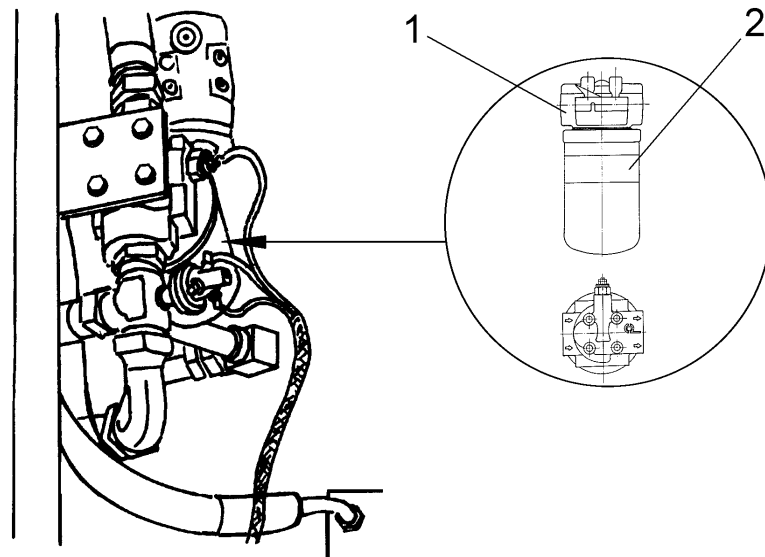

Рис. 5.16. Фильтр гидросистемы охлаждения рабочих тормозов
Периодически следует заменять фильтр (2) в гидросистеме (контуре) охлаждения тормозов. Фильтр установлен внутри задней рамы справа за коробкой передач (Рис. 5.16.). После касания уплотнительного кольца с уплотняемой поверхностью головки фильтра надо вкрутить фильтр (2) в головку фильтра (1) моментом равным от 40 до 50 [Нм]. Замену этого фильтра необходимо производить одновременно с заменой фильтров в гидросистеме трансмиссии.